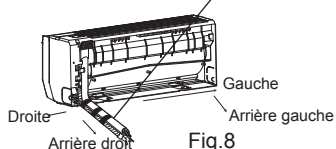

Fig.8
2. Faire sortir la tuyauterie du corps de l'unité, envelopper de ruban les tuyauteries et les câbles électriques, puis les faire passer par l'orifice prévu à cet effet (fig.8).